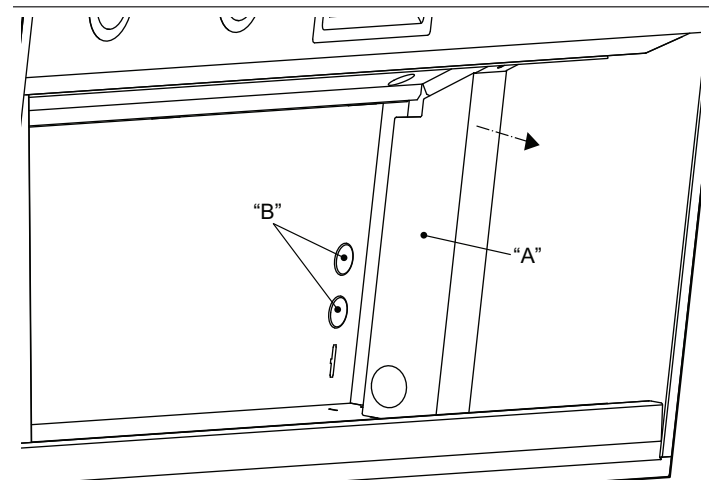

Figure 13 : Passe-câbles de la boîte de connexion
12. Enlevez la plaque de la boîte de connexion qui couvre les fils (*Figure 13*, "A").
13. Enlevez les entrées défonçables circulaires derrière la boîte de connexion (*Figure 13*, "B").
1. Enlevez la plaque de la boîte de connexion qui couvre les fils (*Figure 13 à la page 33*).
2. Enlevez les entrées défonçables circulaires (*Figure 13 à la page 33*).
1. Enlevez la plaque de la boîte de connexion qui couvre les fils (Figure 13 à la page 33).
2. Enlevez les entrées défonçables circulaires (Figure 13 à la page 33).